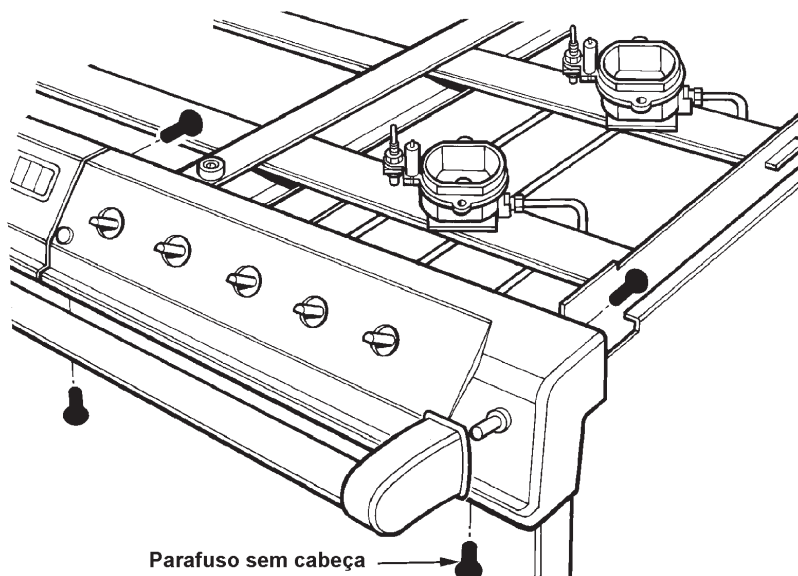

Fig. 25
4. Remover os parafusos de fixação do painel de comando (4 por placa) (Ver Fig. 25). Quando remover os parafusos apoie a placa.
D. REMOÇÃO DA BARRA DE APOIO DAS MÃOS (VER FIG. 25)
1. Desapertar os dois parafusos sem cabeça, situados em cada uma das extremidades da barra (Ver Fig. 25), usando uma chave de caixa de 2,5 mm.